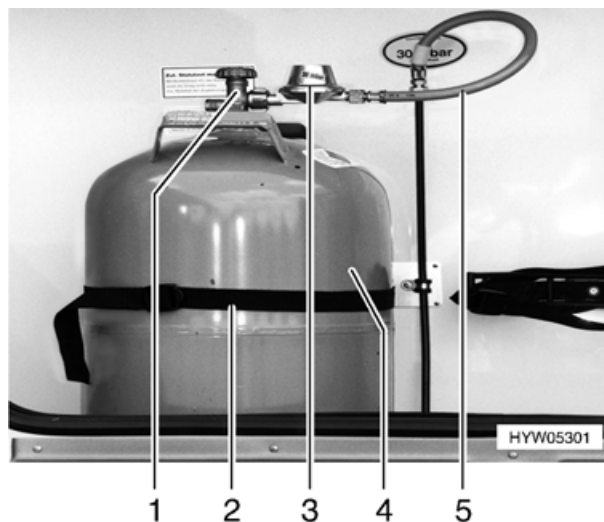

Fig. 55 Vano portabombole
- Chiudere la valvola principale (Fig. 55,1) della bombola del gas (Fig. 55,4). Osservare la direzione della freccia.
- Svitare a mano il regolatore di pressione del gas (Fig. 55,3), con tubo (Fig. 55,5), dalla bombola del gas (filettatura sinistrorsa).
- Allentare la cinghia di fissaggio (Fig. 55,2) ed estrarre la bombola del gas.